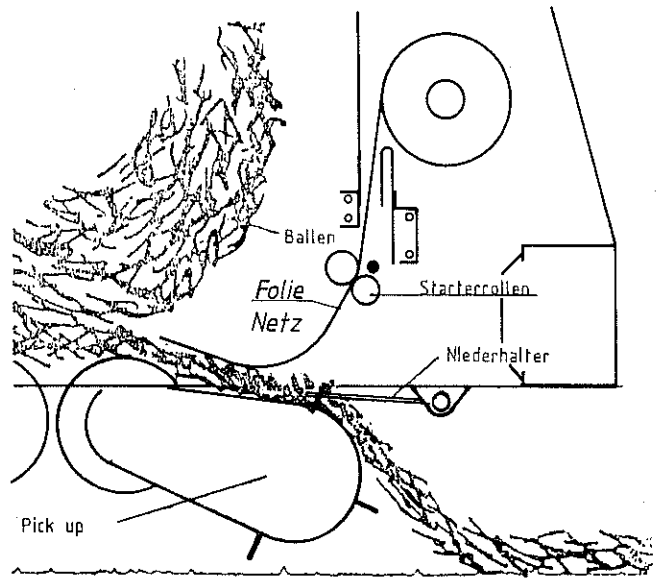

Abb. 22
**Merke:** Wenn die Folie oder das Netz ohne Erntegut auf die Pick-up eingeführt wird, kann es vorkommen, daß sich das Bindemittel in den Zinken verfängt und in die Pick-up eingezogen wird. Deshalb Bindevorgang möglichst noch während der Fahrt, wenn sich also noch Gut auf der Pick-up befindet, starten (s. auch Abb. 22).